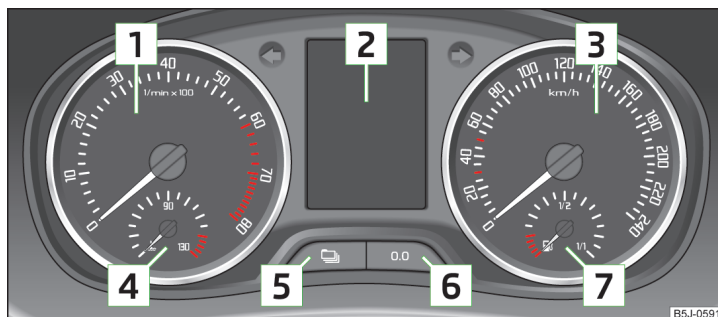

Fig. 19 Cuadro de instrumentos
El sector rojo de la escala del cuentarrevoluciones 1 » fig. 19 de la página 28 marca el sector en el que la unidad de control del motor comienza a limitar el régimen del motor. La unidad de control del motor limita el régimen del motor a un valor límite seguro.
El indicador de la temperatura del líquido refrigerante 4 » fig. 19 de la página 28 funciona sólo con el encendido conectado.
El indicador del nivel de combustible 7 » fig. 19 de la página 28 funciona sólo con el encendido conectado.
La indicación se puede poner a cero pulsando durante un lapso prolongado la tecla  » fig. 19 de la página 28.
El reloj se maneja con las teclas  y  » fig. 19 de la página 28.
- Pulse la tecla  » fig. 19 de la página 28 repetidas veces hasta que parpadee la indicación del cuentakilómetros total » página 30.